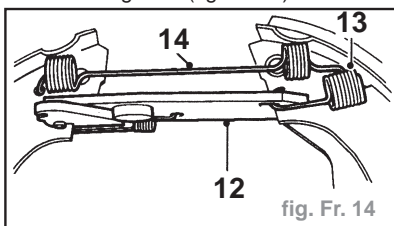

fig. Fr. 14
- Positionner le segment secondaire et dégager la biellette (12) de la rainure dans le segment (fig. Fr. 14).